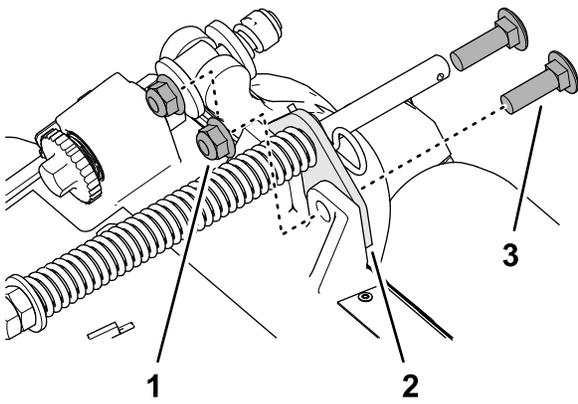

Bild 11
2. Entfernen Sie die beiden Sicherungsbundmuttern ($\frac{3}{8}$ ") und die beiden Schlossschrauben ($\frac{3}{8}$ " x $1\frac{1}{4}$ "), mit denen die Halterung der Rasenkompensierung am Rahmen des Mähwerks befestigt ist (**Bild 11**).